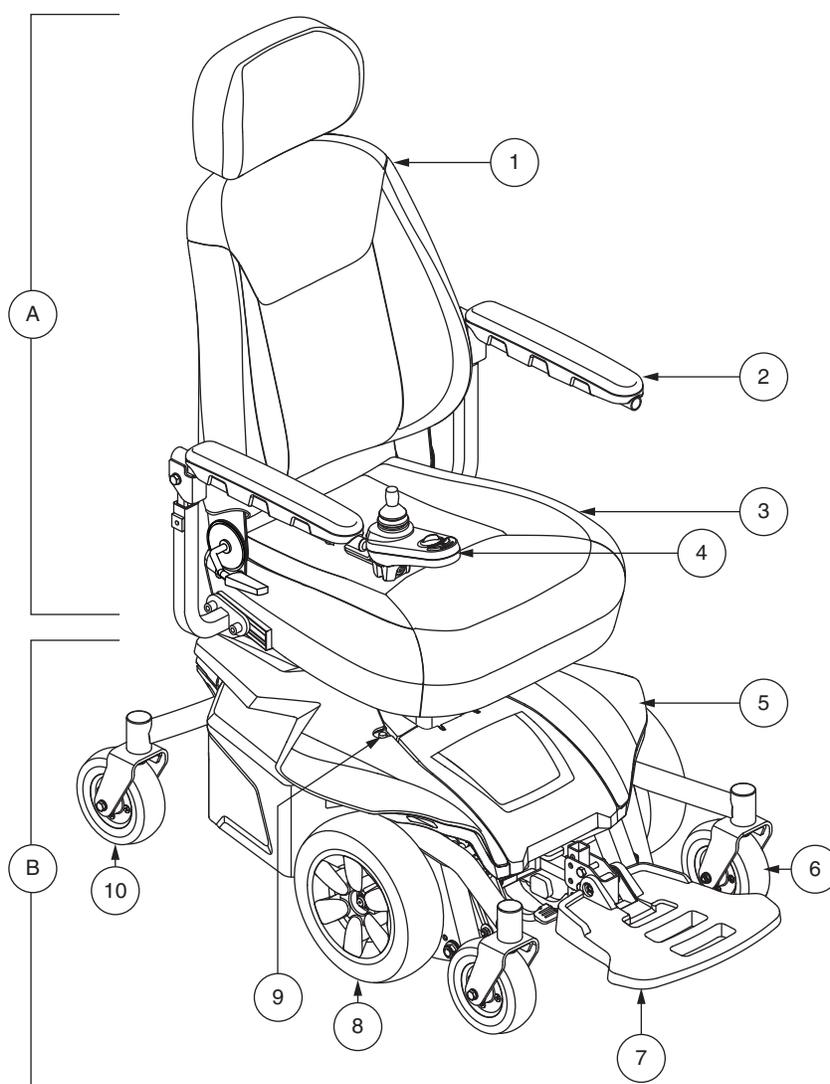

Figura 1. Carrozzina Jazzy® Select 6 2.0
La Carrozzina elettronica Jazzy® Select 6 2.0 ha due gruppi principali: il gruppo sedile (A) e il gruppo base elettronica (B). **Vedere figura 1.** Normalmente il gruppo sedile comprende i braccioli, lo schienale e la base del sedile. La base elettronica comprende due gruppi motore/freni, due ruote motrici, quattro ruote direzionali, due batterie e i pannelli di cablaggio. **Vedere figure 1, 2 e 3.**